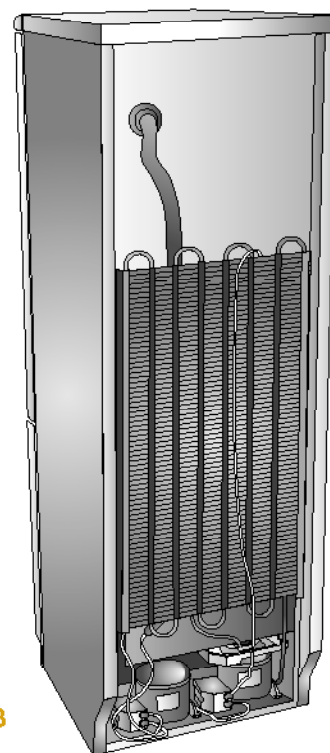

Fig. 3
- 3 Lasciare una distanza di almeno 5 cm. fra la parete superiore dell'apparecchio ed eventuali pensili. Se l'apparecchio è munito di distanzieri montarli sulla parte superiore del condensatore posto nella parete posteriore (Fig. 3).
- 3 Allow for at least 5 cm of space between the upper wall of the appliance and any hanging cupboards. If the appliance is equipped with spacers, mount them on the upper section of the condenser located on the rear wall (Fig. 3).
- 3 Между верхом прибора и подвесной полкой следует оставить расстояние не менее 5 см. Если прибор оснащен распорками, установите их в верхней части конденсатора, находящегося со стороны задней стенки прибора (Рис. 3).
- 3 Jeżeli zamrażarka zostanie zainstalowana w meblościance, należy zostawić przynajmniej 5 cm odstęp od jej górnego blatu. Jeśli urządzenie jest zaopatrzone w podkładki dystansowe to należy je zamontować na górnej części skraplacza zamocowanego na tylnej ścianie (rys. 3).
- 3 Між верхньою частиною обладнання і можливими полицями потрібно залишати принаймні 5 см вільного простору. Якщо обладнання оснащено дистанційними деталями, змонтувати їх на верхній частині конденсатора, що на задній стінці обладнання (рис. 3).